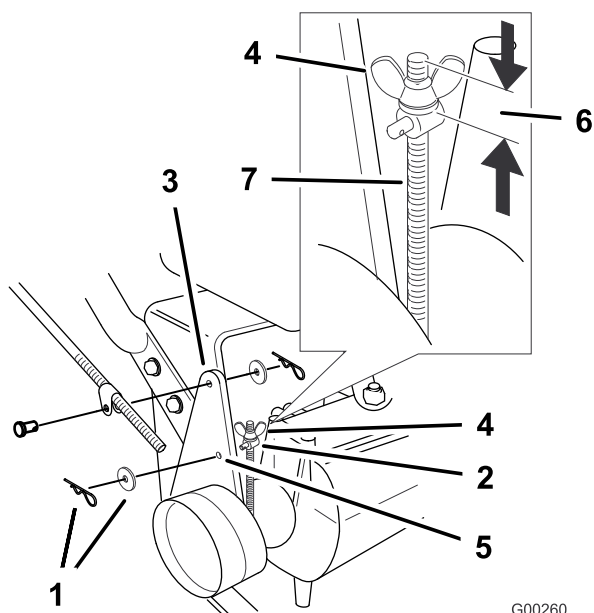

Figure 45
**Remarque:** Pour le réglage initial, ajustez l'écrou à oreilles jusqu'à ce qu'il soit à 32 mm (1-1/4 po) du haut de la tige (Figure 45).
5. Pour régler le frein, enlevez la goupille fendue et la rondelle du levier et du tourillon (Figure 45).
8. Placez le tourillon dans le trou F (Figure 45). Serrez l'écrou à oreilles.
9. Fixez le tourillon au levier de frein à l'aide de la rondelle et de la goupille fendue (Figure 45).